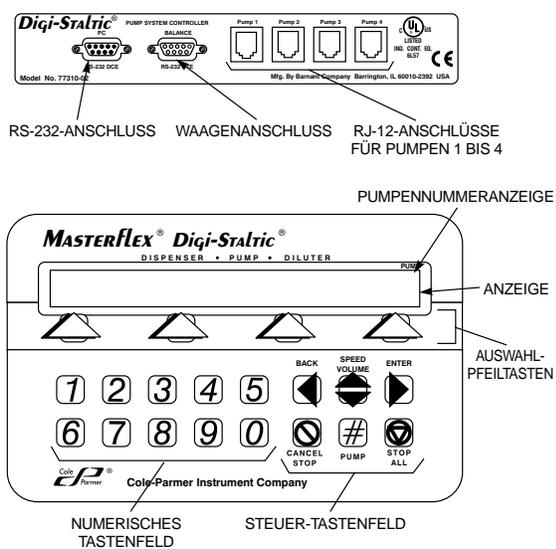
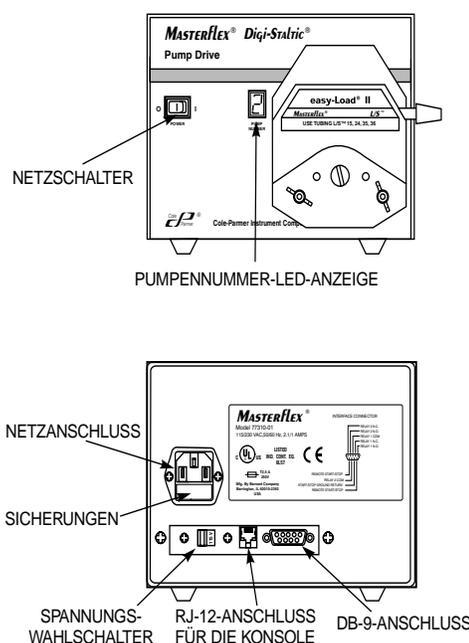

Abbildung 2. Steuerkonsole
Abbildung 3. Pumpenantriebsteuerungen, Anschlüsse und Anzeigen
Abbildung 2 zeigt alle Bedienelemente, Anschlüsse und Anzeigen auf der Steuerkonsole. Sämtliche Anschlüsse befinden sich auf der Rückseite. Abbildung 3 zeigt einen Pumpenantrieb, mit Netzschalter und Anzeige auf der Vorderseite und den Anschlüssen auf der Rückseite. Tabelle 2 ist eine Liste der Bedienungsfelder und Anzeigen.
Nachdem die Steuerkonsole und sämtliche Pumpenantriebe vorschriftsmäßig verbunden und die Antriebe an das Wechselstromnetz angeschlossen sind, kann das System eingeschaltet werden. Wie auf Abbildung 2 gezeigt, wird der Netzschalter an einem Pumpenantrieb eingeschaltet (EIN-Position (I)). Die Pumpennummer erscheint in der LED-Anzeige. Auf der Steuerkonsole erscheint die Anfangsanzeige.